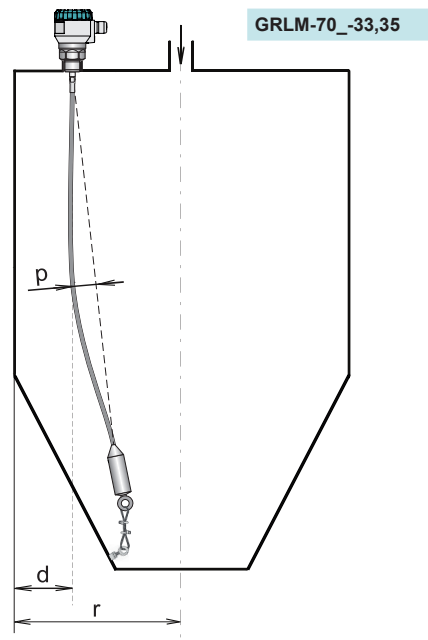

Рис. 17: Рекомендуемая установка уровнемера с анкером
- Канатные электроды с анкеровкой рекомендуем устанавливать в глубоких бункерах и зернохранилищах согласно Рис. 17, т.е. крепежный канат размещается ближе к середине зернохранилища по сравнению с положением головки уровнемера. Благодаря данной установке уменьшается влияние бокового давления среды на канатный электрод уровнемера.